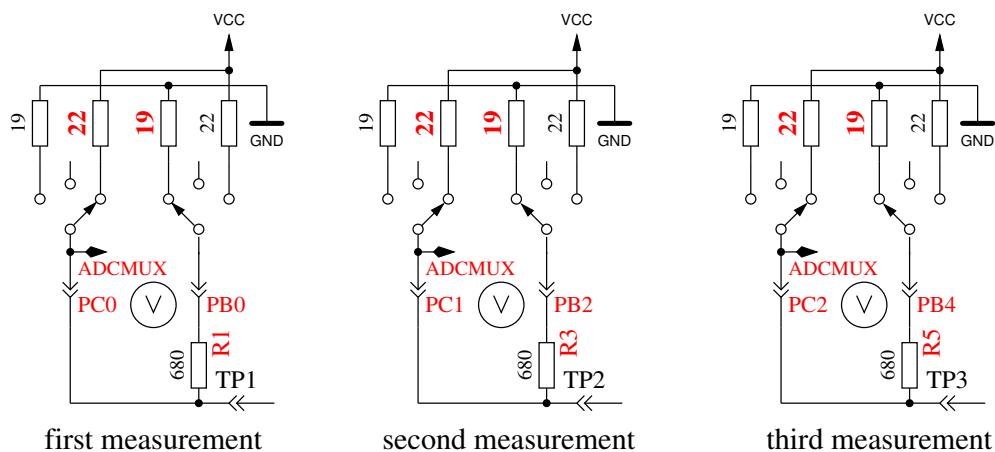

Abbildung 5.30: Messung des Innenwiderstandes des auf VCC geschalteten Port C Ausgängen.
8. **Messung des Innenwiderstandes von auf VCC geschalteten Port Ausgängen.** Der benötigte Strom wird von auf GND geschalteten 680Ω Widerständen geliefert. Der Text in der ersten LCD Zeile ist „Ri.Hi= (mV)“. In der zweiten Zeile des LCDs werden drei Spannungswerte angezeigt als Differenz zu VCC. Es ist die gleiche Messung wie die in Test 7 zur anderen Seite, wie in Abbildung 5.30 gezeigt wird. Mit folgenden Schritten können Sie den Innenwiderstand berechnen: Um den Strom zu berechnen: $(5001 - (\text{Ergebnis von Test 7}) - (\text{Ergebnis von Test 8})) / 680$. Sie können beide Widerstandswerte erhalten, indem Sie die jeweilige Spannung (Ergebnisse von Test 7 oder Test 8) durch diesen Strom dividieren. Wenn die AUTO_CAL Option gewählt wurde und der vorige und dieser Test achtmal wiederholt wurden, wird der Mittelwert der Innenwiderstände der Ausgabe-Ports im EEprom festgehalten. Das Ergebnis für diesen Test wird dann in Zeile 1 angezeigt, der letzte Wert der Zeile 2 ist dann das Ergebnis für den vorigen Test (auf GND geschaltet). Diese Werte stehen dann für weitere Messungen zur Verfügung.